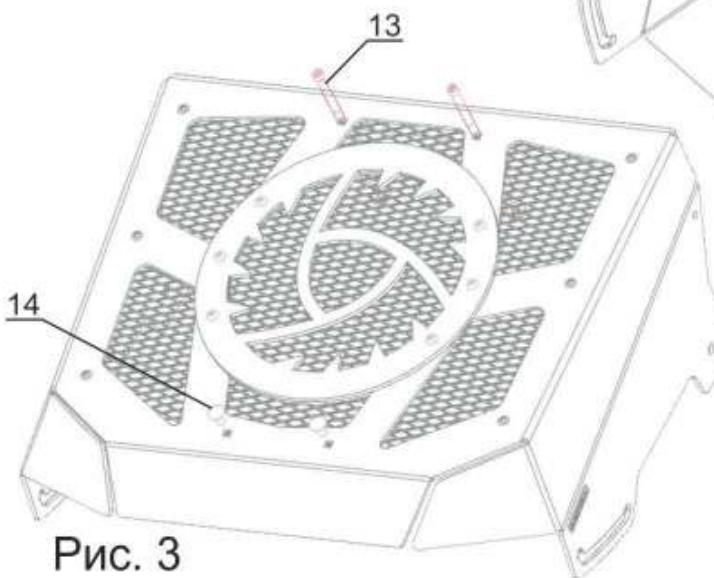
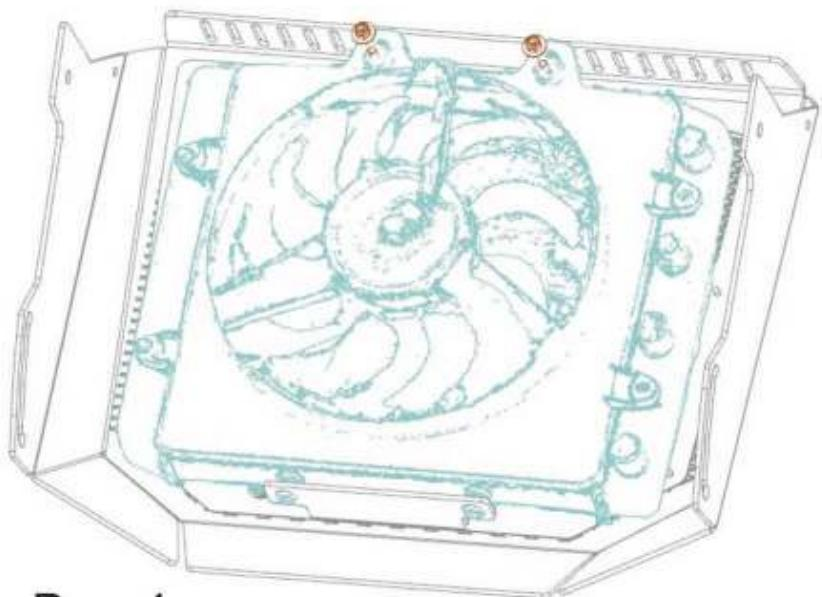

Рис. 3
Рис. 4
2. Установить радиатор на внутреннюю часть экрана, вставив штыри с резиновыми уплотнениями в отверстия кронштейна поз. 4 (рис. 3). В верхней части закрепить винтами M6x80 поз. 13, через втулки поз. 10, гайками M6 поз. 17, шайбами поз. 19 (рис. 4).